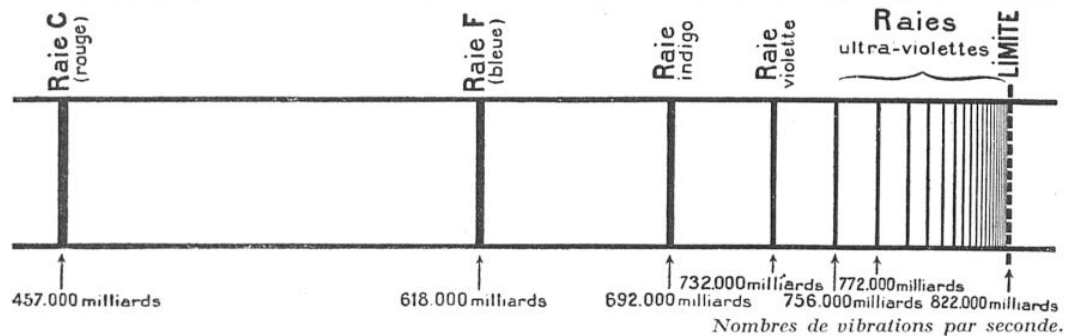
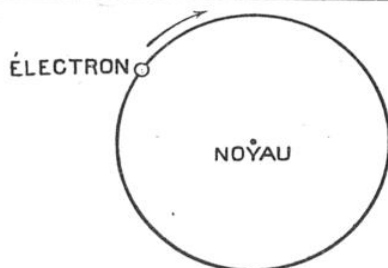

FIG. 6. — LES LUMIÈRES QUE RAYONNE LE GAZ HYDROGÈNE, LORSQU'ON LE MET DANS UN TUBE ET QU'ON Y FAIT PASSER UNE DÉCHARGE ÉLECTRIQUE
FIG. 7. — COMMENT ON IMAGINAIT QUE L'ATOME D'HYDROGÈNE ÉMETTAIT LA RAIE C
C'est en sautant de la troisième circonférence de Bohr à la deuxième que l'électron rayonne la raie C (fig. 6) et non (fig. 7) en suivant toujours la même trajectoire; en sautant ainsi, l'électron perd un « quantum ». De même, la raie F résultera du passage de la quatrième circonférence à la deuxième (avec perte de deux quanta, cette fois-ci). Et ainsi de suite, en prenant toutes les circonférences de Bohr deux à deux.
J'ai montré dernièrement (1) comment, grâce à Maxwell, l'électricité avait complètement résolu le problème de la propagation de la lumière. Mais, en ce qui concerne l'émission et l'absorption, l'échec d'une interprétation électrique fut retentissant : l'électromagnétisme, qui, jusqu'alors, avait volé de triomphe en triomphe, aboutissait là à des impossibilités et des absurdités ! Non seulement, la théorie électromagnétique rendait incompréhensible le rayonnement des corps solides (tels que le filament d'une lampe à incandescence), mais la lumière rouge des tubes à néon, la lumière bleu verdâtre de la vapeur de mercure restaient tout aussi mystérieuses. Les gaz, comme le néon, la vapeur de mercure, l'hydrogène (fig. 6), émettent, en effet, des lumières complexes ; si on examine de tels tubes à travers une fente fine et un prisme, on aperçoit des raies qu'il est facile de repérer, mais que l'électromagnétisme, abandonné à lui-même, se refuse à retrouver par le calcul.
Nous nous bornerons à l'hydrogène, qui est le plus simple de tous les corps. La figure 6 représente l'ensemble de ses raies spectrales dans le visible et l'ultraviolet voisin : il émet une raie rouge très intense, la raie C du spectre solaire (ce qui prouve que le Soleil contient de l'hydrogène), trois raies dans le bleu et le violet, puis un grand nombre de raies ultraviolettes. Toutes ces radiations vont en se resserrant et en diminuant d'éclat ; elles finissent par se tasser en une limite qu'elles ne franchissent pas.
Pour l'électromagnétisme classique (fig. 7), il y avait émission de la raie C (457.000 milliards de vibrations par seconde), lorsque l'électron tournait autour du noyau à raison de 457.000 milliards de tours par seconde ; ce qui, pour un électron, est chose facile ! On pouvait même calculer le rayon de cette circonférence. Mais le malheur, c'est que *c'était absurde* : impossible de démêler les raisons qu'avait l'électron de choisir cette circonférence plutôt que n'importe quelle autre ; impossible pour l'électron de s'y maintenir — ce qu'exige la précision de la raie C (fig. 6) — ; même, l'électron devait finir par se précipiter sur le noyau, par le jeu de l'attraction des contraires, et on tremblait devant l'éventualité d'une pareille catastrophe ! Bref, on nageait dans l'incohérence systématisée, et ce conflit avec l'expérience d'une théorie si harmonieuse, si féconde, avait quelque chose de tragique, de cornélien...
Tout d'abord, l'*unité de la matière* et la *classification des éléments*. Tout élément est formé des mêmes constituants : l'électron et le noyau d'hydrogène (fig. 7) ou proton. Je rappelle ailleurs (1) comment la transmutation, ce rêve des alchimistes du moyen âge, fut réalisée d'abord spontanément — ce
sont les catastrophes radioactives —, puis artificiellement. Bref, la matière est une : elle s'est formée par condensation d'hydrogène, qui résulte lui-même de l'union des électricités de signes contraires (fig. 7). Comme conséquence théorique de ces nouvelles découvertes et, aussi, d'expériences sur les rayons X, tous les éléments se classent d'après le nombre croissant d'électrons qui gra-